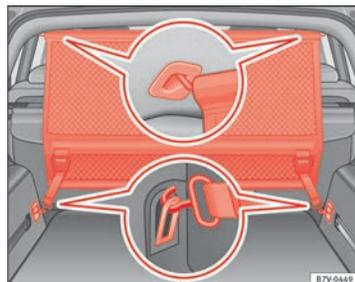

Fig. 94 Dans le coffre à bagages : Mise en place du filet de séparation derrière la seconde rangée de sièges.
- Accrochez le filet de séparation au support arrière gauche du pavillon ⇒ fig. 94 (A). Veillez pour cela à guider la barre depuis la partie supérieure vers le bas.
- Fixez les deux crochets du filet de séparation sur les sangles avant du coffre à bagages (B) puis tendez les ceintures.